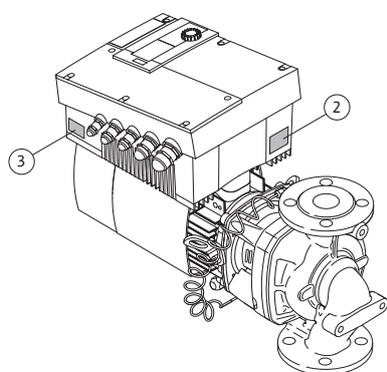

Fig. 12: Disposição das placas de identificação:
- A placa de identificação do accionamento encontra-se no módulo electrónico, do lado das passagens dos cabos (Fig. 12, pos. 3). A ligação eléctrica deve ser estabelecida de acordo com as instruções da placa de identificação do accionamento.